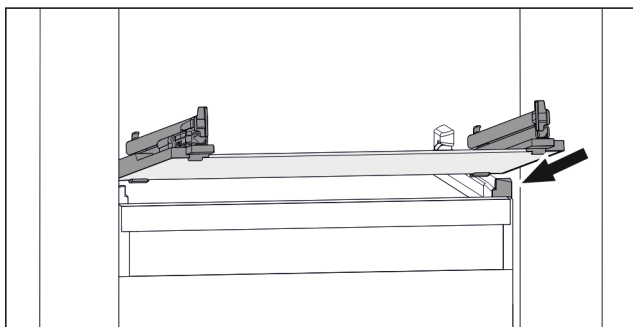

Fig. 52 Příklad znázornění skleněné desky
- ▶ Nasadte skleněnou desku šikmo za zářádky. (viz Fig. 52)